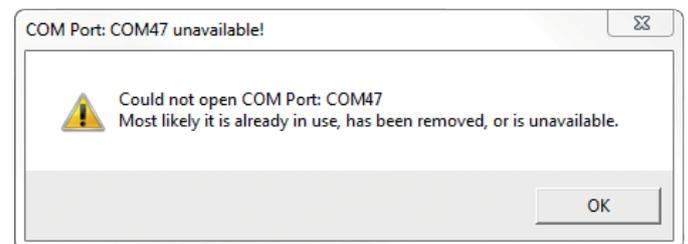
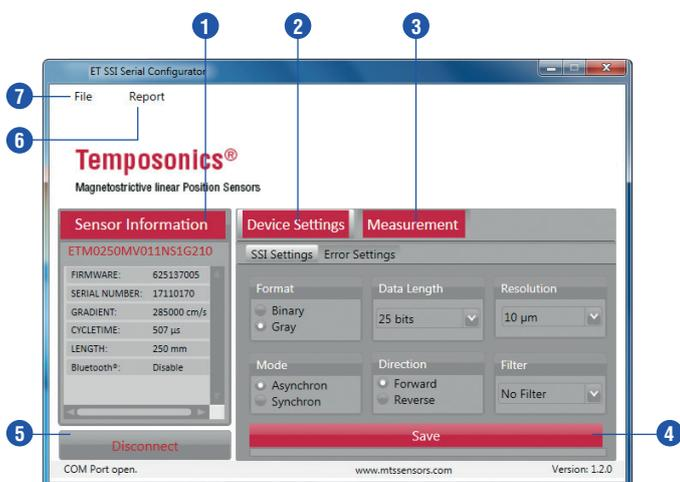

Fig. 22: Message d'erreur de port de communication non disponible
Fig. 24: MTS ET SSI Serial Configurator, SSI Settings
Une fois le programme MTS ET SSI Serial Configurator exécuté, le logiciel se connecte au dernier port de communication sélectionné et l'interface utilisateur s'ouvre (Fig. 24). Si le port de communication n'est pas disponible, un message d'erreur apparaît (Fig. 22).
- 1 **Sensor Information** contient des paramètres fixes du capteur qui ont été lus automatiquement lorsque le capteur a été branché (Fig. 24).
- 2 Le menu **Device Settings** contient des paramètres modifiables (SSI Settings, Error Settings) du capteur (Fig. 24).
- 3 Le menu **Measurement** affiche la position actuelle de l'aimant (Fig. 24).
- 4 Le bouton **Save** permet d'enregistrer les modifications éventuelles des paramètres. Ces modifications prennent effet au prochain démarrage du logiciel. La fonction **Measurement** 3 sera alors à nouveau disponible (Fig. 24).
- 5 Le bouton **Disconnect** coupe la connexion au port de communication et ferme le logiciel (Fig. 24).
- 6 Cliquer sur **Report** pour obtenir un document résumant les informations du capteur (Fig. 24).
- 7 Le menu **File** offre différentes fonctions (Fig. 24):
### Paramètres SSI (Fig. 24)